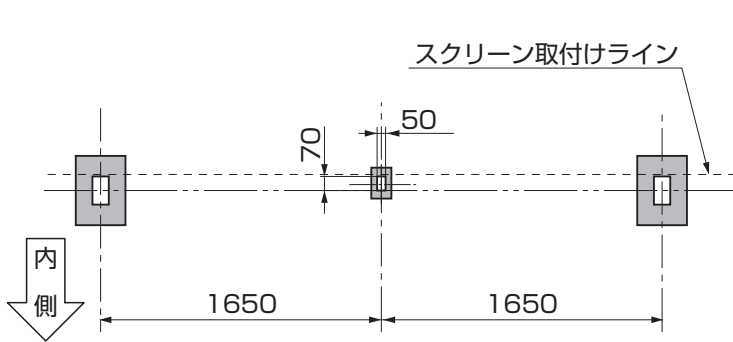

図2-2
① 図2-2と「1. 基本寸法と各部名称 1-2 基本寸法」を参照して間柱の埋込み位置を出し、基礎を施工してください。